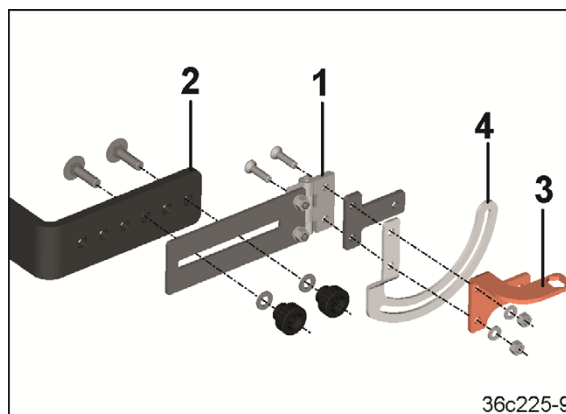

Рис. 110
4. Соедините среднюю часть (Рис. 110/1) с держателем верхней тяги (Рис. 110/2), консолью (Рис. 110/3) и кулисой (Рис. 110/4) для магнита.